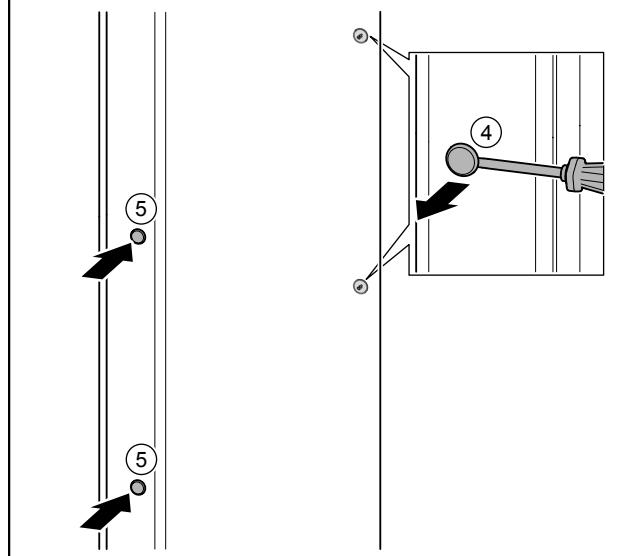

Fig. 35
- Abdeckungen Fig. 35 (1) abziehen.
- Schrauben Fig. 35 (2) mit Schraubendreher heraus-drehen.
- Griff Fig. 35 (3) abnehmen.
- Seitlichen Stopfen Fig. 35 (4) vorsichtig mit einem Schlitzschraubendreher anheben und herausziehen.
- Stopfen Fig. 35 (5) auf der anderen Seite wieder einsetzen.